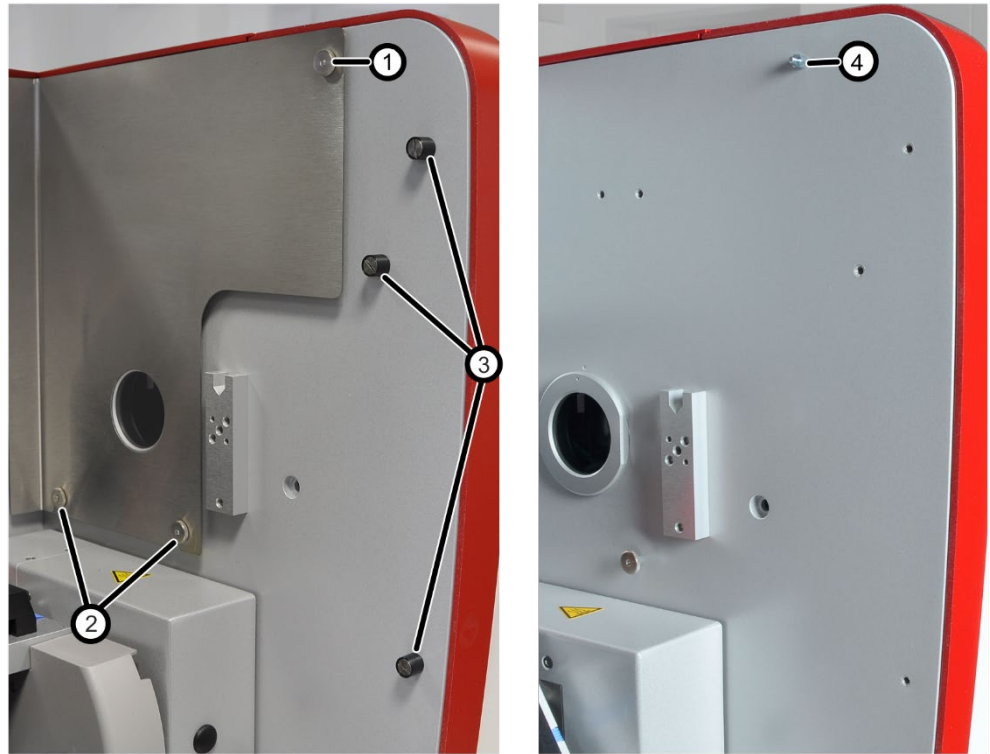

Figure 11 Préparer le contrAA 800 D au montage du SSA 600
1. Enlever les deux vis de fixation du dessus qui se trouvent sur le côté gauche et le côté droit de la tôle protectrice (1 dans Figure 11).
2. Débloquer les 4 vis moletées figurant sur le côté gauche et le côté droit de la tôle (2 dans Figure 11).
4. Sur la paroi de droite du compartiment à échantillons : Dévisser les 3 boulons noirs (3 dans Figure 11).
6. Retirer les 2 boulons à tête hexagonale (4 dans Figure 11) figurant sur les deux côtés du compartiment à échantillons.